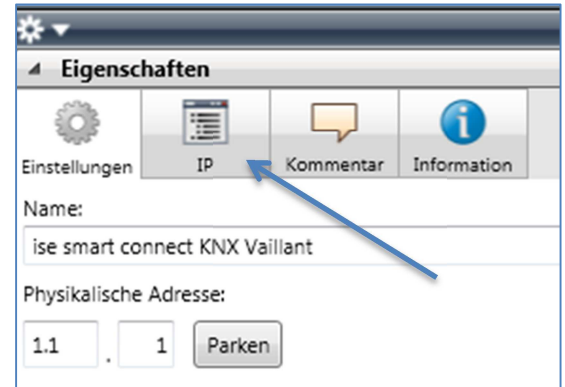

Abbildung 8: Geräte-Eigenschaftendialog der ETS.
2. Zeigen Sie die Eigenschaften des Geräts im Sidebar der ETS an, wie in Abbildung 8 gezeigt.